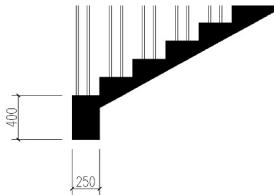

图 4.117 绘制楼梯基础
5) 按照图 4.117 所示的尺寸绘制楼梯基础
(1) 同时打开“1:100 剖面图”文件和“楼梯”文件,并将“楼梯”文件置为当前文件,然后执行菜单栏中的【编辑】|【带基点复制】命令。
(2) 在**指定基点:**提示下,选择如图 4.117 所示的 A 点作为复制的基点。
(3) 在**选择对象:**提示下,将绘制好的楼梯全部选中,按 Enter 键结束命令。